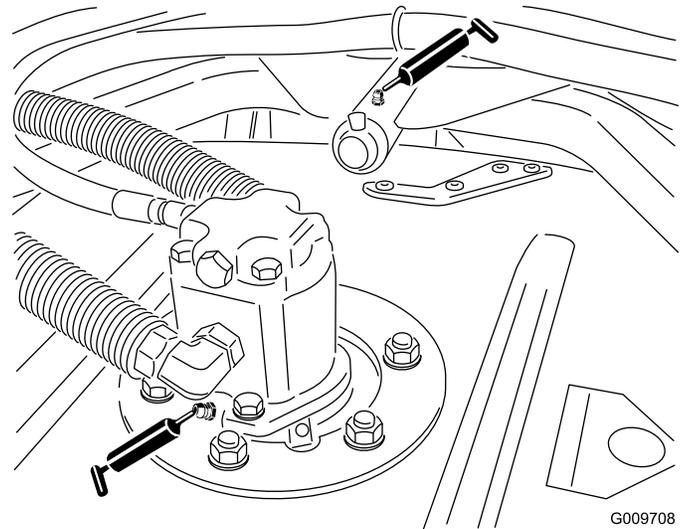

Figura 44
- Cojinetes de los ejes de las unidades de corte (2 por unidad de corte), como se muestra en la Figura 44
- Casquillos de los brazos de las unidades de corte (1 por unidad de corte), como se muestra en la Figura 44